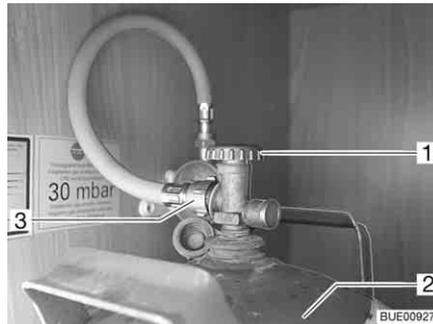

Fig. 158 Vano portabombole
- Chiudere la valvola principale di arresto (Fig. 158,1) della bombola del gas (Fig. 158,2). Osservare la direzione della freccia.
- Svitare il tubo del gas (Fig. 158,3) dalla bombola del gas.